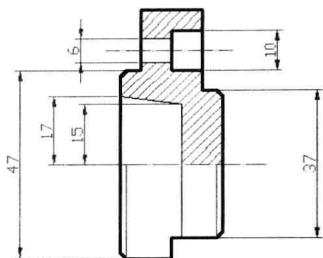

图 7-7-1
(1) 打开素材文件“7-7.dwg”，在“常用”选项卡的“注释”面板中，使用“线性标注”按钮，标注尺寸如图 7-7-1 所示。